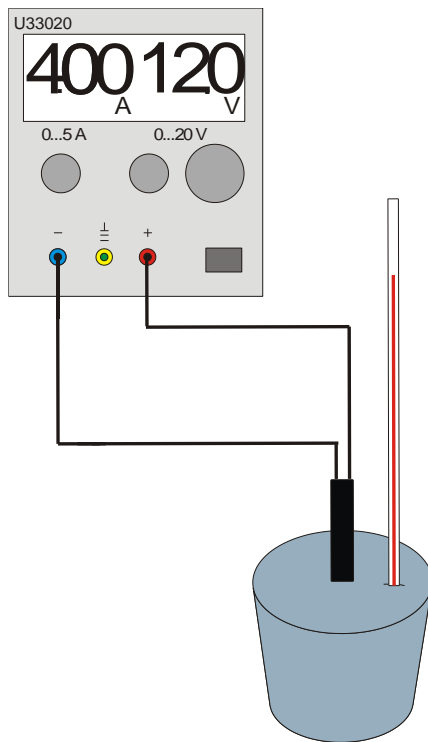

Fig. 1 Struttura sperimentale
- Realizzare il collegamento come illustrato in Fig. 1.